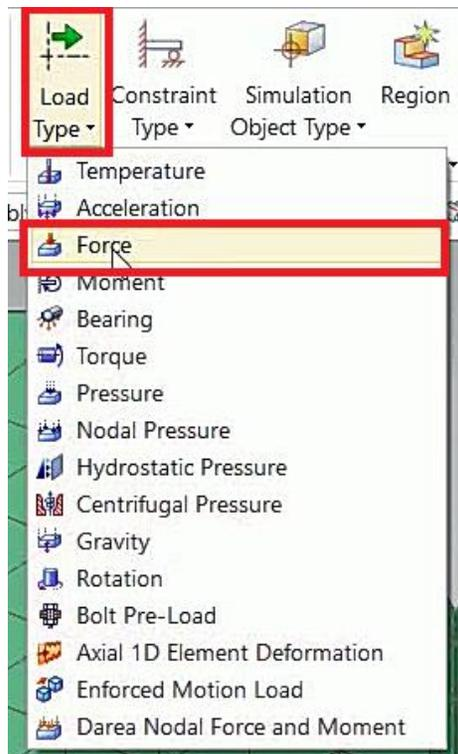

Figura 5.38 Menú Load Type.
- En el menú superior, en la sección de **Loads and Conditions**, elegimos **Load Type** y en el submenú **Force** (Figura 5.38).